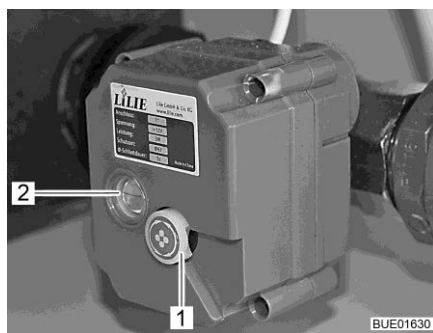

Fig. 198 Rubinetto di scarico ad azionamento elettrico
Una linea rossa nella finestra di controllo (Fig. 198,2) del rubinetto di scarico ad azionamento elettrico indica lo stato del rubinetto:
- Sfilare e ruotare (in qualsiasi direzione) la manopola (Fig. 198,1) sul rubinetto di scarico ad azionamento elettrico.